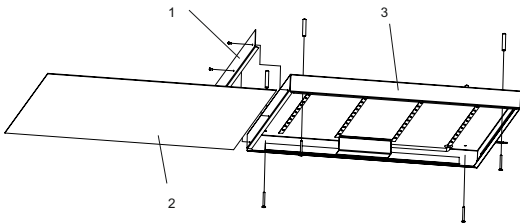

Рисунок 1
3.2.2.2 Накладной монтаж осуществляется следующим образом (см. рис. 1):
- открутить 3 винта и снять боковую крышку (1) светодиодной панели;
- извлечь рассеиватель (2);
- закрепить корпус светодиодной панели (3) через имеющиеся отверстия непосредственно на поверхность потолка. Крепёж для накладного монтажа в комплекте не поставляется;
- в обратном порядке установить на корпус светодиодной панели (3) рассеиватель (2);
- установить боковую крышку (1) обратно и зафиксировать винтами.